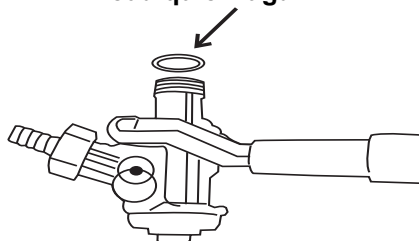

Figure 8
- Tire hacia atrás de la palanca de activación de la conexión y empújela hacia abajo hasta que quede trabada en su lugar. **(Vea la fig. 8)** Ahora, la conexión al barril está activada.